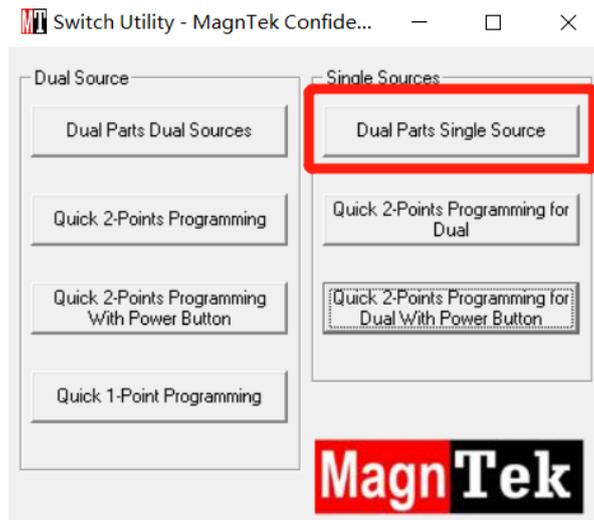

图 5.1.1 编程模式选择界面
- 进入软件安装目录找到 “PB006 Programmer.exe” 文件，双击打开软件，进入编程模式选择界面，如下图 5.1.1